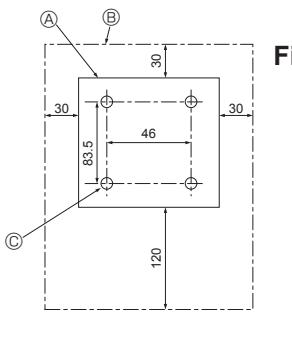

Fig. 6-2
- (1) เลือกตำแหน่งที่จะติดตั้งรีโมทคอนโทรล (Fig. 6-2)
[Fig.6-2]